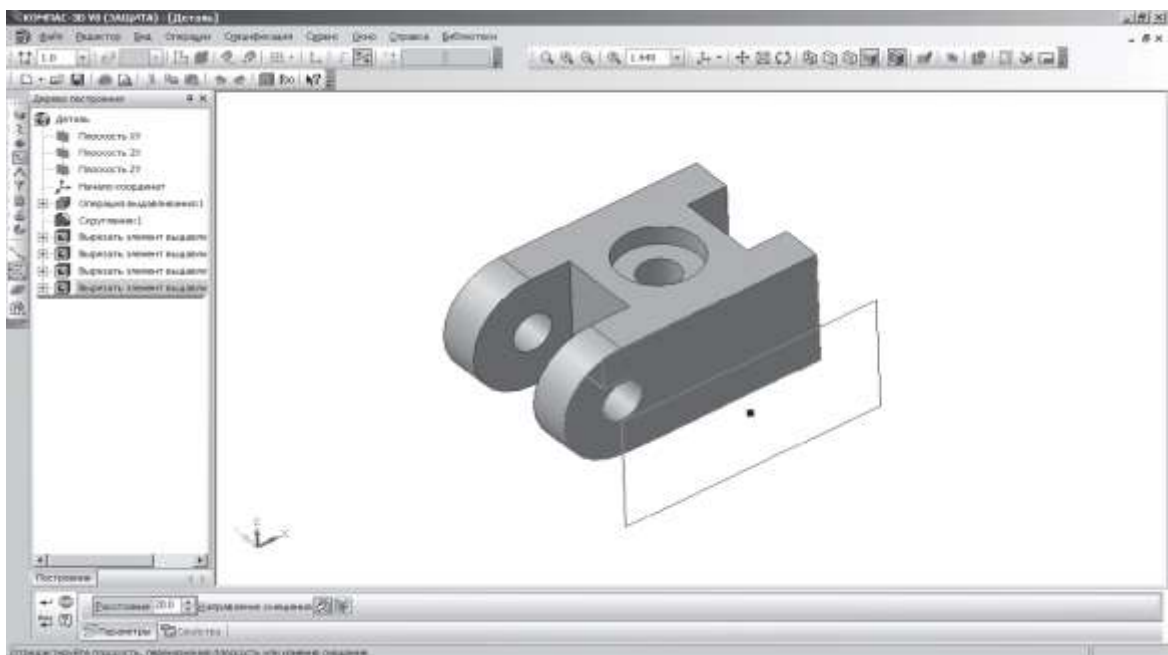

Рис. 14.21
- На **Панели свойств** активизируйте переключатель **Обратное направление** в группе **Направление смещения** (рис. 14.21).